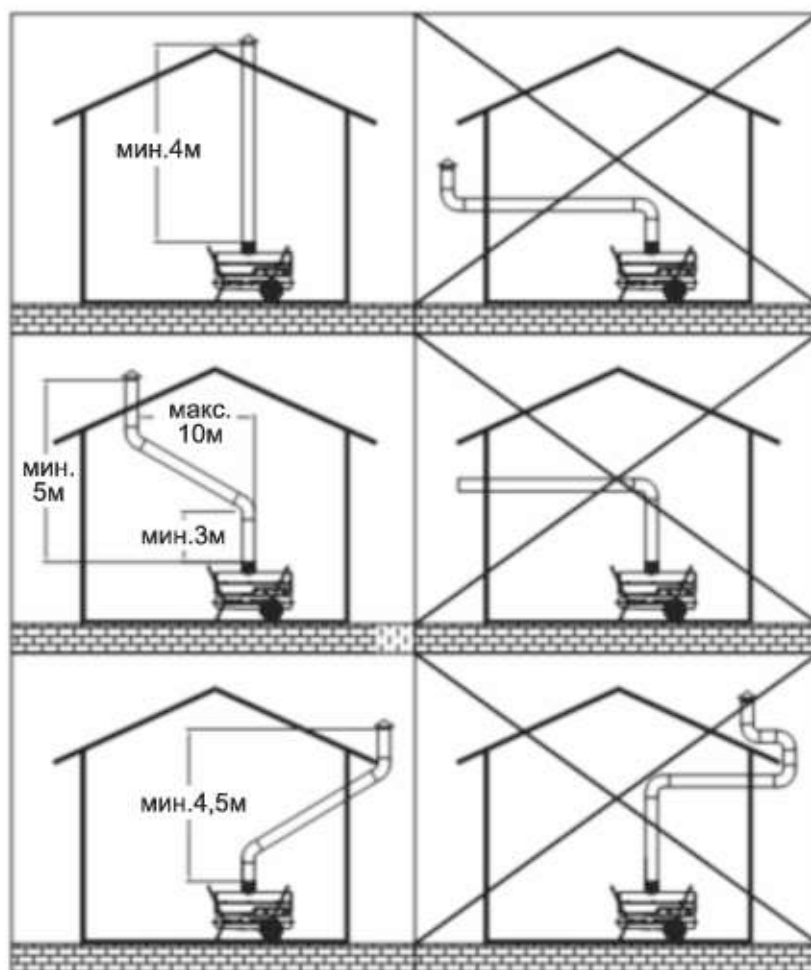

Рис. 4 Установка вытяжной трубы
- Присоедините нагреватель к вытяжной трубе или к вентиляционному каналу, как показано на Рис.4